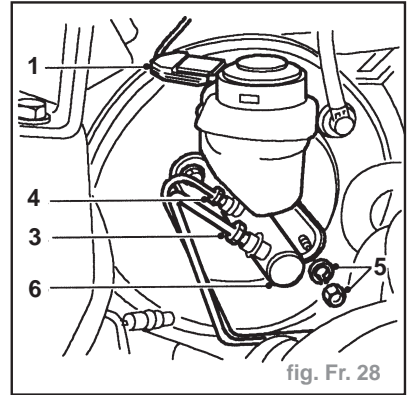

fig. Fr. 28
- Débranche la fiche multibroches (1) de niveau de liquide (fig. Fr. 28).